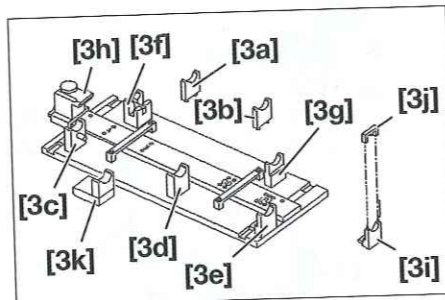

Fig. 56
- Desmontar los alojamientos [3c], [3d] y [3e] de la base, atornillados por debajo (Fig.56).
- Retirar el capuchón [3j] (Fig.56).